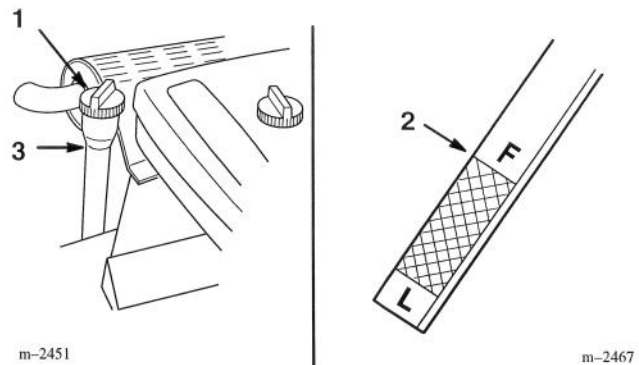

Abbildung 18
3. Den Bereich um den Ölmeßstab herum reinigen (Abb. 18), damit kein Schmutz in den Einfüllstutzen gelangen und so den Motor beschädigen kann.
4. Ölmeßstab losschrauben und das Metallende abwischen (Abb. 18).
5. Ölmeßstab ganz in das Einfüllrohr schieben, nicht auf das Rohr drehen (Abb. 18). Den Ölmeßstab wieder herausziehen und Ölstand kontrollieren. Ist der Ölstand zu niedrig, nur soviel Öl in das Einfüllrohr gießen, bis die Markierung "FULL" erreicht ist.